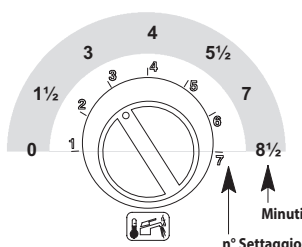

Figura 4.18
Se non si visualizza questa sequenza premere il pulsante di ripristino 4 in Figura 3.1 tante volte fino alla visualizzazione. Per visualizzare il settaggio impostato tenere premuto il pulsante di ripristino 4 in Figura 3.1 per circa 5 secondi. Le spie di segnalazione 1 in Figura 3.1 lampeggeranno un numero di volte pari al settaggio (Figura 4.18).
- Per cambiare il settaggio ruotare la manopola regolazione temperatura sanitari 2 in Figura 3.1 e posizionarla sul tempo prescelto Figura 4.18 (nella figura es. manopola settata per frequenza di riaccensione di tre minuti), la lampada di segnalazione blocco 5 in Figura 3.1 lampeggia velocemente.